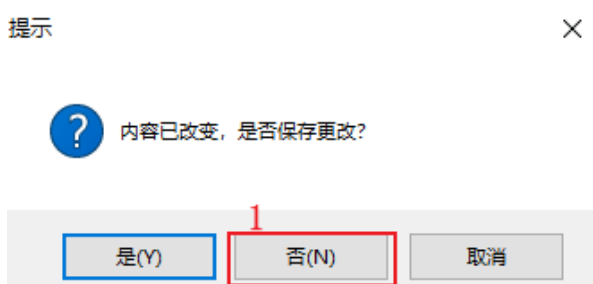

图 1.13 关闭物理约束提示框
5. 关闭物理约束界面，会弹出如下图 1.13 提示框，点击“否”。